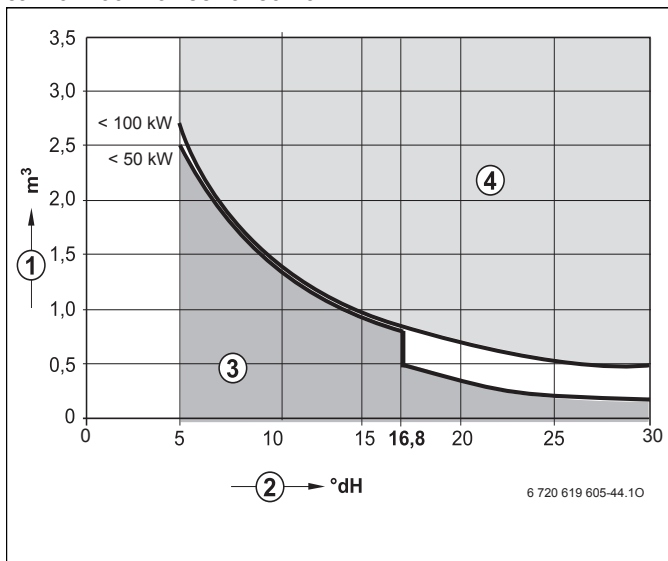

Рис. 7 Требования к воде для заполнения отдельного котла мощностью до 100 кВт
- Заполняйте систему только чистой водопроводной водой (учитывайте график на рис. 7).
- Если фактически необходимое количество воды для заполнения системы больше, чем объем воды за весь срок службы (\rightarrow рис. 7), то необходимо провести обработку воды. При этом можно использовать только разрешённые фирмой Buderus химикаты, средства для обработки воды и др.